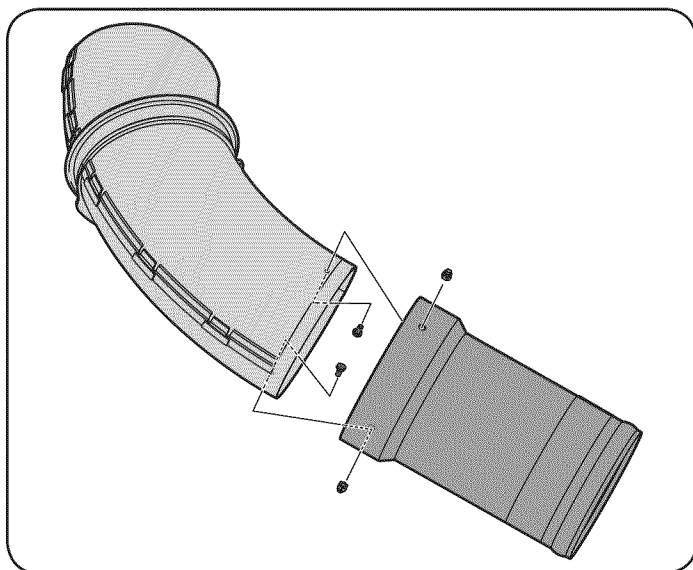

Figura 16
4. Instale el tubo del canal superior en el extremo ancho del tubo de extensión y fije los tubos juntos usando dos tornillos hexagonales (710-3013) y tuercas de seguridad 712-0442, incluidos en el paquete de elementos de ferretería 689-00342. Vea la Figura 16.